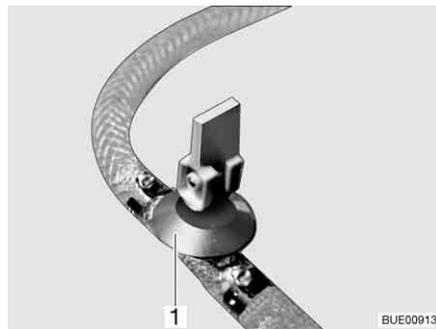

Bild 129 Ablasshahn
- Ablasshahn/Ablasshähne schließen. Dazu den Kipphebel (Bild 129,1) waagrecht stellen.
- Ablasshahn/Ablasshähne (Bild 129) öffnen. Dazu den Kipphebel (Bild 129,1) senkrecht stellen. Der Boiler wird nach außen entleert.